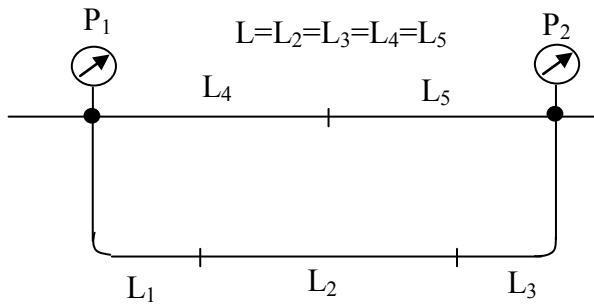

Рисунок 9.8
9.2.7 Складний трубопровід, утворений з'єднанням мідних труб однакової довжини $L = 2$ м (рис. 9.8). Визначити втрати напору на ділянках 1 і 5, якщо різниця тисків дорівнює $P_1 - P_2$. Втратами тисків на місцевих опорах знехтувати.